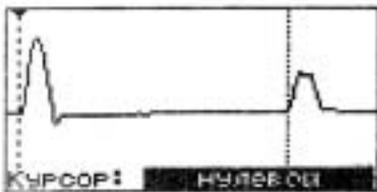

Рисунок 16
6.3.11 **Активизация нулевого или измерительного курсора** производится после выбора пункта "Курсоры" в основном меню. Нажатием кнопки "F" проверьте выбор в качестве активного нулевого (рисунок 16) и измерительного (менее разряженная штриховая вертикальная линия) курсора (рисунок 17).